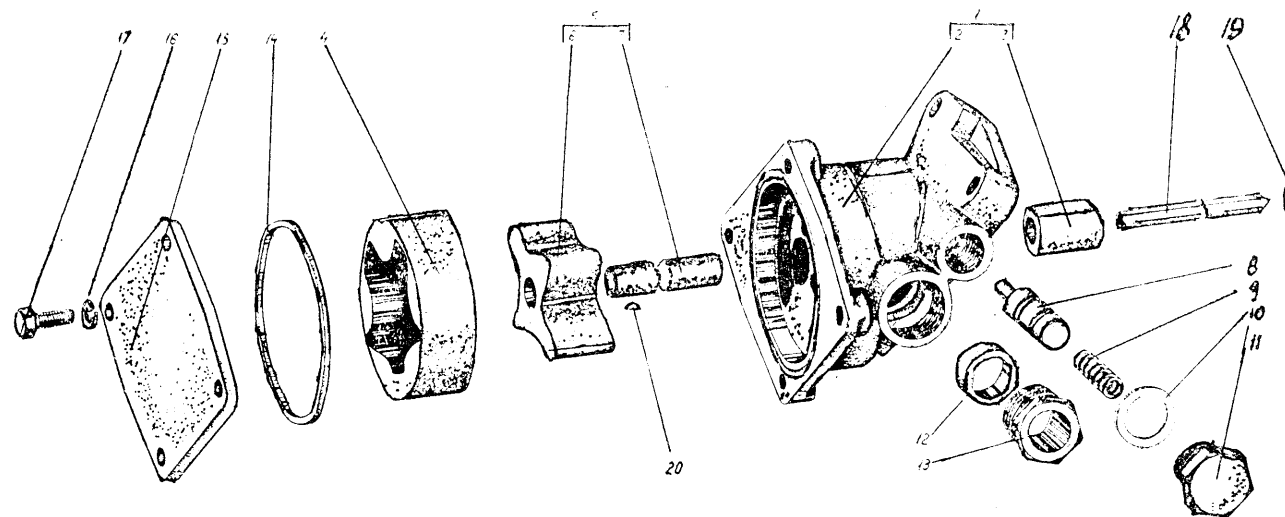

Abb. 46. Ölpumpe.
3.7.1.1. Auseinanderbau der Pumpe (Abb. 46)